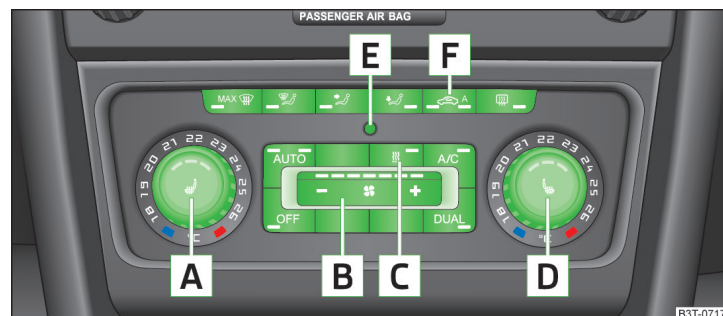

Fig. 126 Climatronic : organes de commande
Fonctions de chaque organe de commande » fig. 126 :
- Appuyez sur la touche **AUTO** » fig. 126 à la page 121.
- Faites tourner le sélecteur **A** » fig. 126 à la page 121 vers la gauche ou la droite pour réduire ou augmenter la température.
- Faites tourner le sélecteur **D** » fig. 126 à la page 121 vers la gauche ou la droite pour réduire ou augmenter la température.